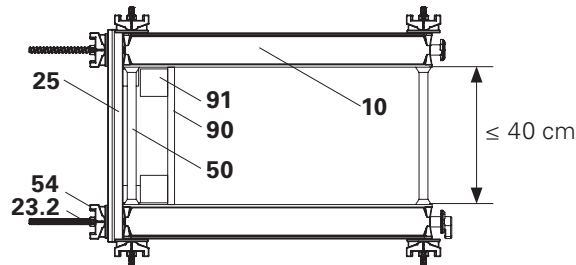

Fig. B9.03a
1. Couper la cale bois (90) selon l'épaisseur du voile.
2. Insérer une cale bois et deux madriers (91). (Fig. B9.03a)
3. Monter un ancrage (50), voir chapitre B2, Système d'ancrage.
5. Fixer la filière de compensation DUO 62 (25) sur l'ancrage pour angle DUO et serrer à l'aide de l'écrou-disque (54), à la main ou avec l'outil universel DUO.